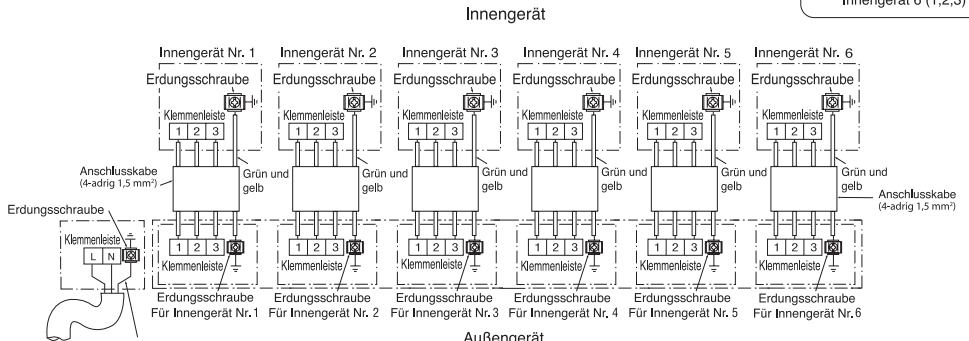

Abb. 3-1
- (1) Die elektrische Verdrahtung gemäß Abb. 3-1 zwischen dem Innengerät und dem Außengerät anschließen. Niemals die elektrische Verdrahtung falsch ausführen. In case of wrong connection, the unit does not operate properly and it may cause malfunction.
- (2) Das Verbindungskabel muss durch das Band am Anschlussklemmenbrett befestigt werden.